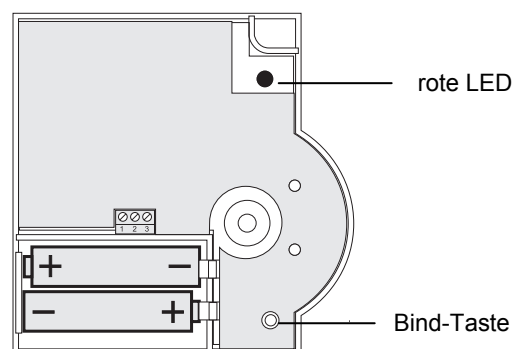

Abb. 2: Polung der Batterien und Bind-Taste
- ▶ Legen Sie die mitgelieferten Mignon-Batterien mit der korrekten Polung ein (siehe Abb. 2).